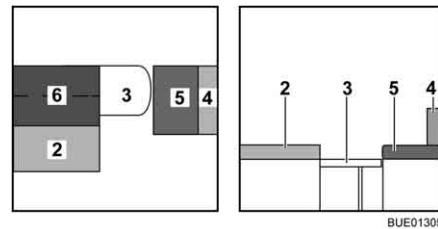

Fig. 133 Durante a transformação
- Desdobre o estofa adicional (Fig. 133,6) e coloque-o sobre a mesa.